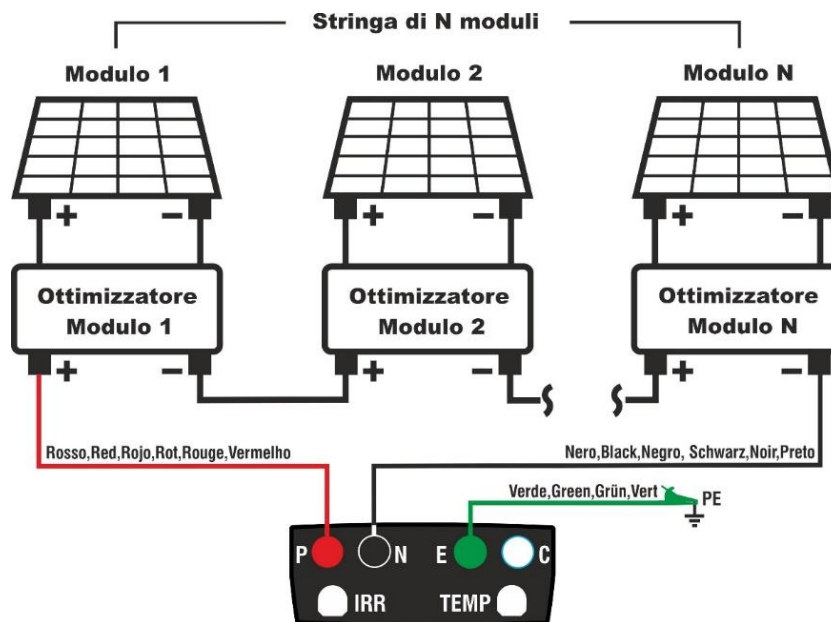

Fig. 10: Collegamento dello strumento per misura di isolamento con ottimizzatori
5. Collegare lo strumento all’uscita della serie di ottimizzatori associati alla stringa in prova come mostrato in Fig. 10. In particolare, collegare il polo Positivo in uscita dal **primo ottimizzatore** al terminale P, il polo Negativo in uscita **dall’ultimo ottimizzatore** al terminale N e il terminale E al nodo principale di terra dell’impianto
4. Collegare lo strumento all'uscita della serie di ottimizzatori associati alla stringa in prova come mostrato in Fig. 10. In particolare, collegare il polo Positivo in uscita dal **primo ottimizzatore** al terminale P, il polo Negativo in uscita **dall'ultimo ottimizzatore** al terminale N e il terminale E al nodo principale di terra dell'impianto